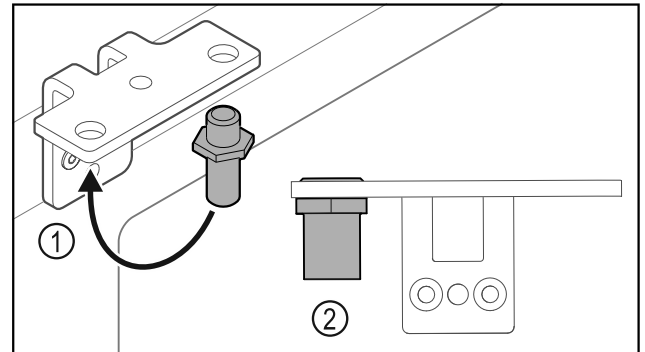

Fig. 27
- Ktheni bulonin Fig. 27 (1) në profilin e menteshës në anën tjetër.
- Shtërëngoni bulonin Fig. 27 (2) me **momentin e rrotullimit prej 12 Nm.**